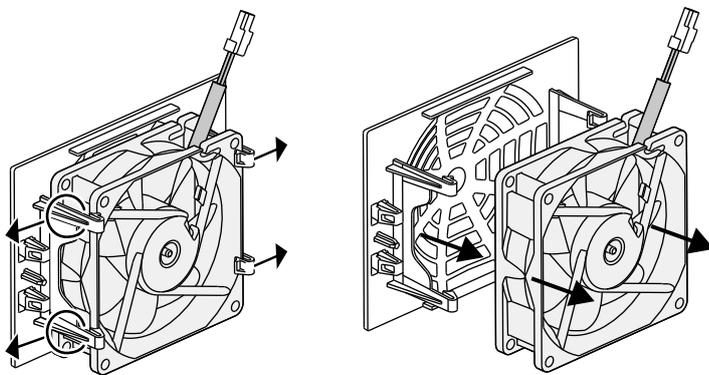

Fig. 65 : démontage de la grille du ventilateur
5. Il est encore possible de retirer le ventilateur de sa grille. Pour cela, appuyer légèrement sur les pattes de fixation vers l'extérieur et extraire le ventilateur.  **Fig. 65**